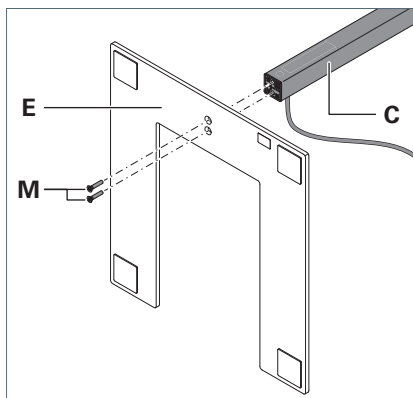

Fig. 4: Standrohr montieren.
3. Montieren Sie das Standrohr mit den mitgelieferten Schrauben **M** am Leuchtenfuß **E**, siehe Fig. 4.